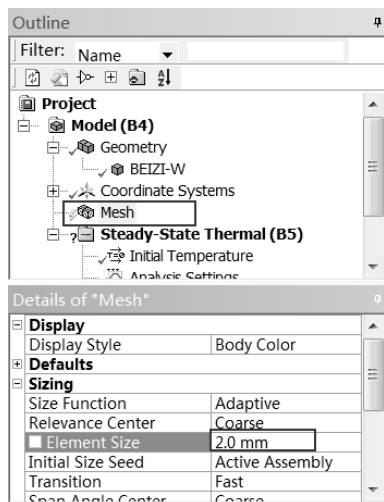

图 15-15 生成网格
Step1 : 选择 Mechanical 界面左侧 Outline (分析树) 中的 Mesh 选项, 此时可在 Details of “Mesh” (参数列表) 中修改网格参数, 如图 15-15 所示, 在 Sizing 的 Relevance Center 中设置 Fine, 在 Element Size 中输入 2mm, 其余采用默认设置。